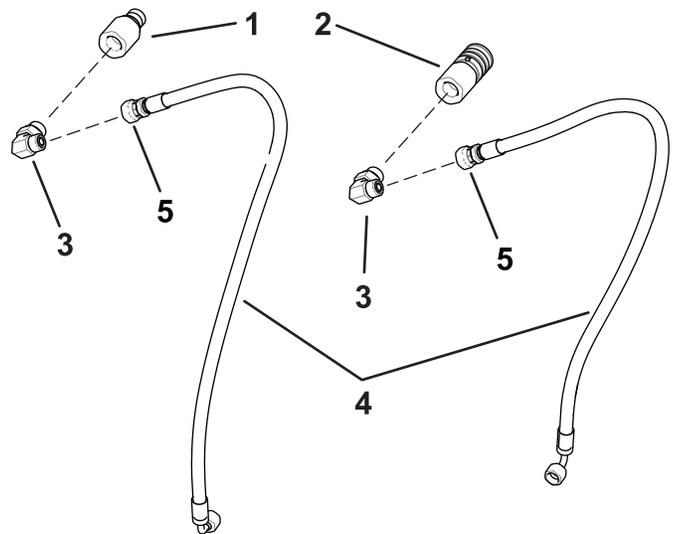

Figura 1
1. Conecte los codos de 90° a las mangueras delanteras (Figura 1).
3. Instale los acoplamientos macho y hembra en los codos de 90° (Figura 1). Apriete estos acoplamientos al instalar las mangueras.